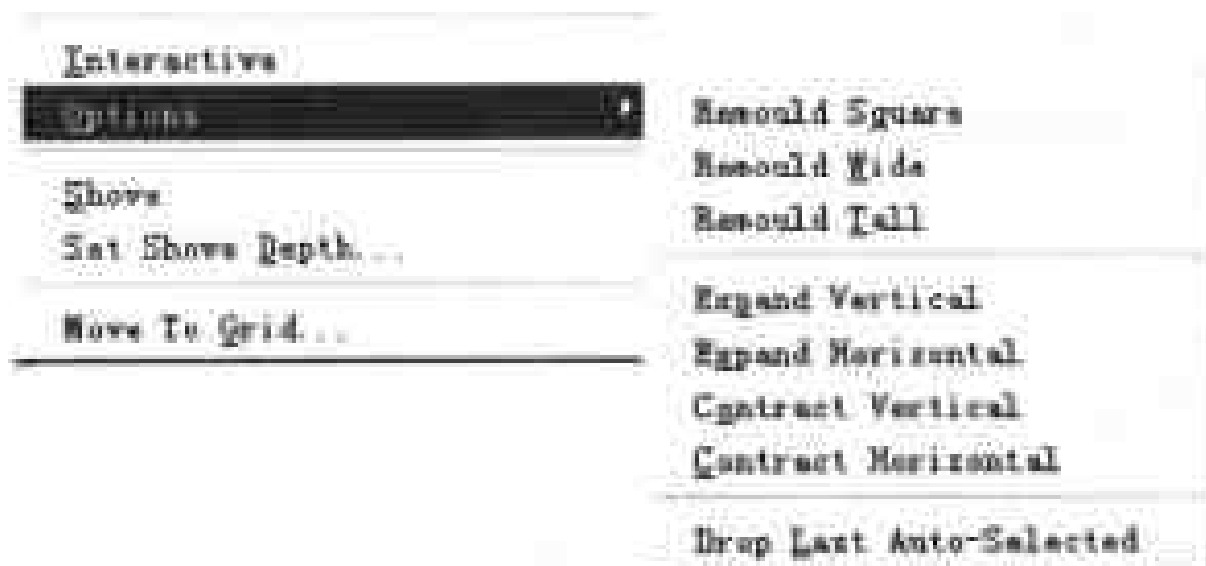

图 5-174 Options 子菜单
(3) Auto Align: 让系统自动进行对齐。当执行此命令时, 系统会自动将选择的零件封装和它相同的零件封装按一定的规则进行对齐。对齐规则在“Options”下设置。
(4) Auto Select: 让系统自动选择需要排列的零件封装。当执行此命令时, 系统会自动将选择的零件封装和与它相同的零件封装并且自动按等间距自动选择的零件封装进行对齐。
(5) Interactive: 实行交互式的对齐操作。
(6) Options: 用于设置 Auto Align 命令的对齐规则。Options 具有一个子菜单, 如图 5-174 所示。